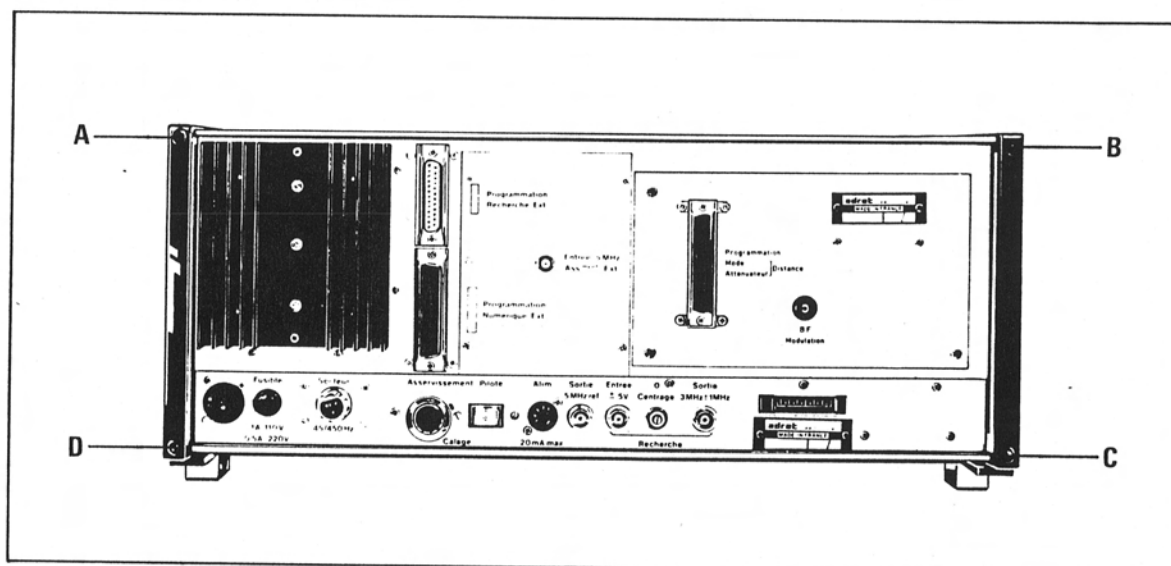

Figure VII-1 - Démontage des bâtis 6100 et 6101
- Démontage des couvercles supérieur et inférieur et des caches latéraux (voir fig. VII-1) ;